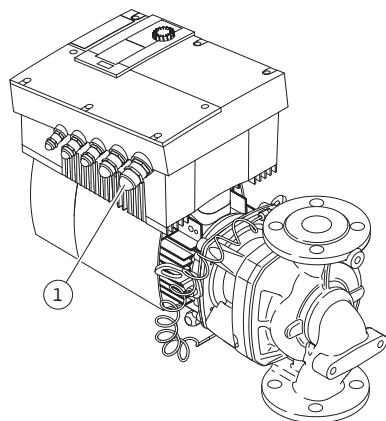

Fig. 27: Dławik przewodu M25
- Przewód przyłączeniowy sieciowy należy przeprowadzić przez dławik przewodu M25 (Fig. 27, poz. 1).